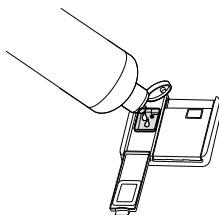

Abb. 22
- ▶ Füllen Sie den Klarspüler in den Klarspülerbehälter und achten Sie darauf, dass Sie nicht zu viel einfüllen (siehe **Abb. 22**).